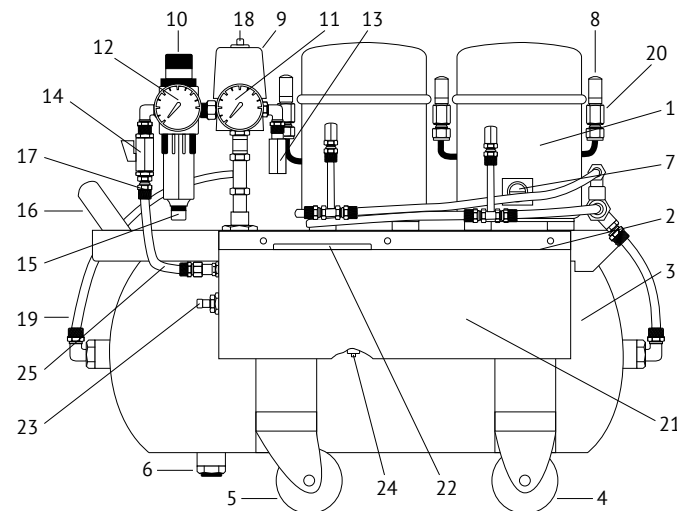

Рис. 1. Компрессор К-9:
4.1 Внешний вид панели показан на Рис. 1.
4.3 Основные детали компрессора установлены на платформе 2 (Рис. 1), которая с помощью хомутов 20 закреплена на ресивере 3. К нижней части хомутов приварены опоры 21 на которые закрепляются колеса 4 и 5, задние не поворотные, передние поворотные. Наличие 4-х колес значи-
6.4 Убедившись, что выключатель 18 (Рис. 1) выключен, подключите компрессор к сети переменного тока 220 В, 50 Гц, имеющей заземляющий контакт.
7.2.1 Закройте кран 14 (Рис. 1).
7.3.1 Закройте кран 14 (Рис. 1).
7.3.2 Соедините шлангом 25 штуцер компрессора 17 с входом блока усилителя, как показано на Рис. 1.
7.4 При кратковременных перерывах в работе достаточно перекрыть кран 14 (Рис.1) и стравить воздух из подводящего шланга с помощью присоединенной панели ПСКА или другого оборудования. Для возобновления работы достаточно открыть кран 14.